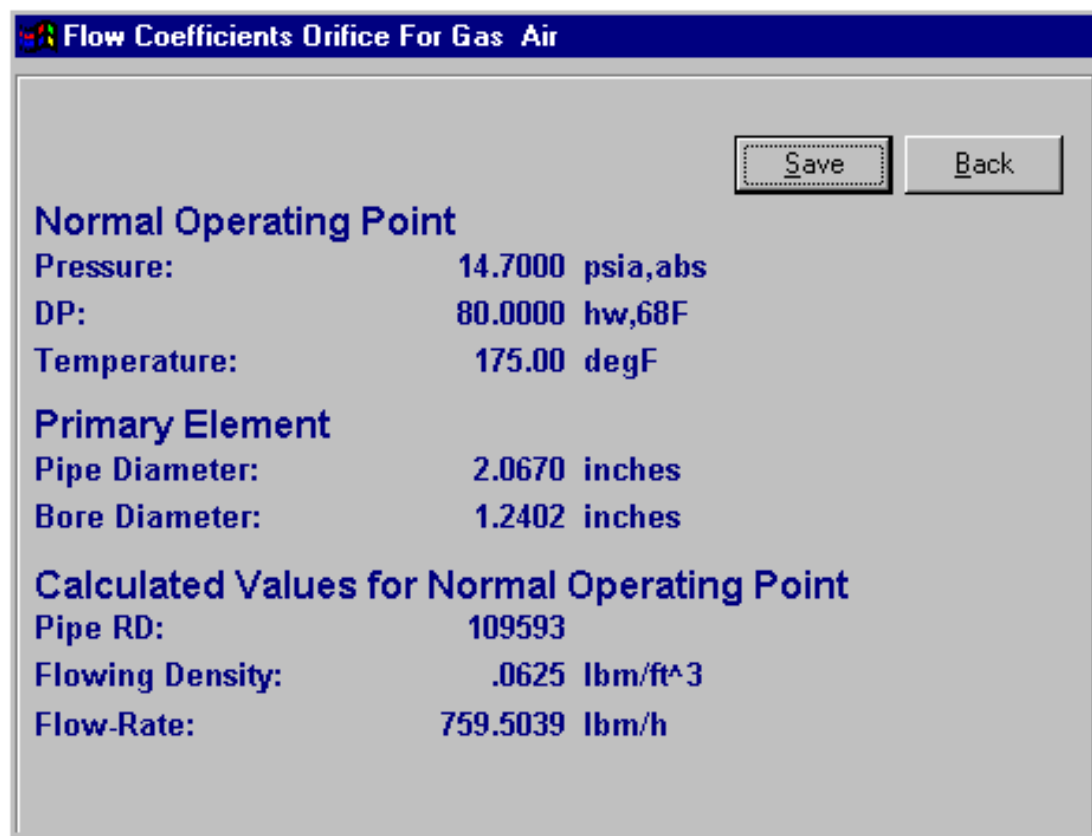

Рисунок 30. Пример экрана сохранения изменений РСМВЬ
7. В конце вашего конфигурирования появится экран, который позволит вам сохранить изменения. См. Рисунок 30. Выберите **Save/Сохранить** на этом экране. Эта команда сохранит вашу конфигурацию и вернется к экрану главного меню конфигуратора расхода.